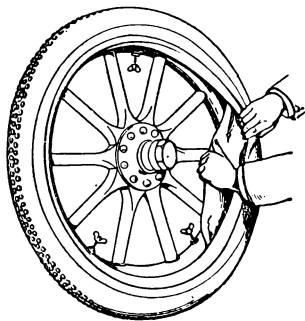

Fig. 25.
6. **Lavare la camera d'aria.** — Tirare verso di sé con una mano il tallone della copertura uscito dal cerchio, nel punto diametralmente opposto alla valvola, e cominciare a estrarre la camera d'aria con precauzione, specialmente se si presenta un po' appiccicata all'interno della copertura (fig. 25).